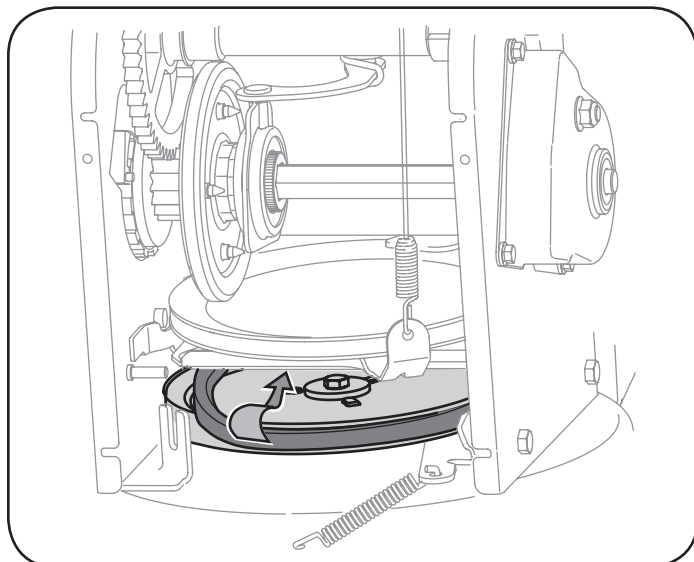

Figura 71
7. Retire la correa de alrededor de la p Polea de la barrena y deslice la misma entre la ménsula de soporte y la polea de la barrena. Vea la Figura 71.